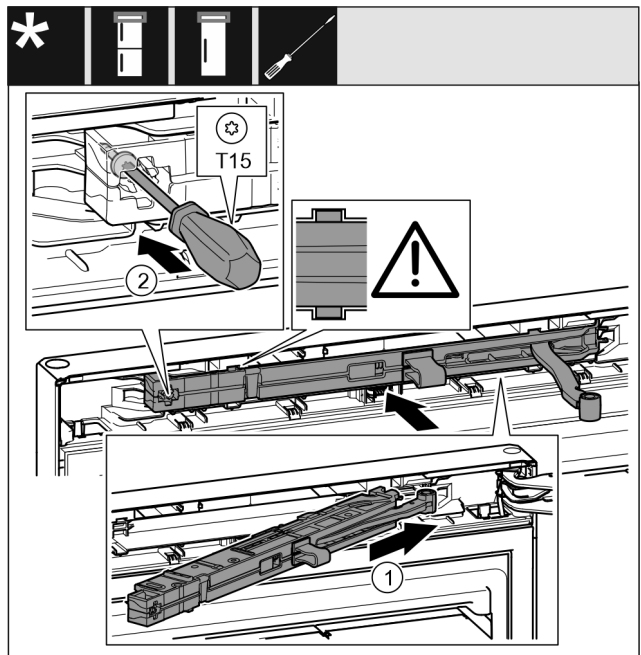

Fig. 49
- ▶ Työnnä sulkuvaimenninyksikkö laakeripukin puolella vinosti aukkoon rajoittimeen asti. Fig. 49 (1)
- ▶ Kiristä ruuvi T15-ruuvimeisselillä. Fig. 49 (2)